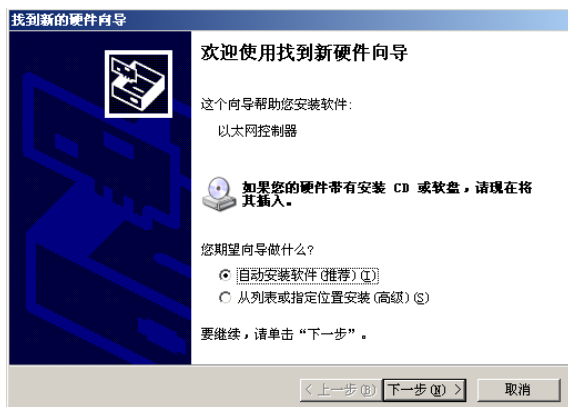

图 3-2
- 4、进入安装驱动软件向导界面，在这里可以有两种安装向导，如图 3-2